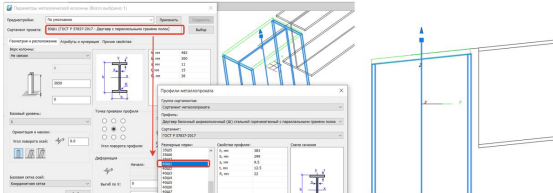

Рис. 37. Изменение сечения колонны
**Изменение сечения колонны.** Выбираем (выделяем) колонну и в диалоговом окне *Создание металлической колонны* изменяем ее сечение (рис. 37). Пластина изменила геометрические размеры и осталась в том же положении. Вывод: "работает".